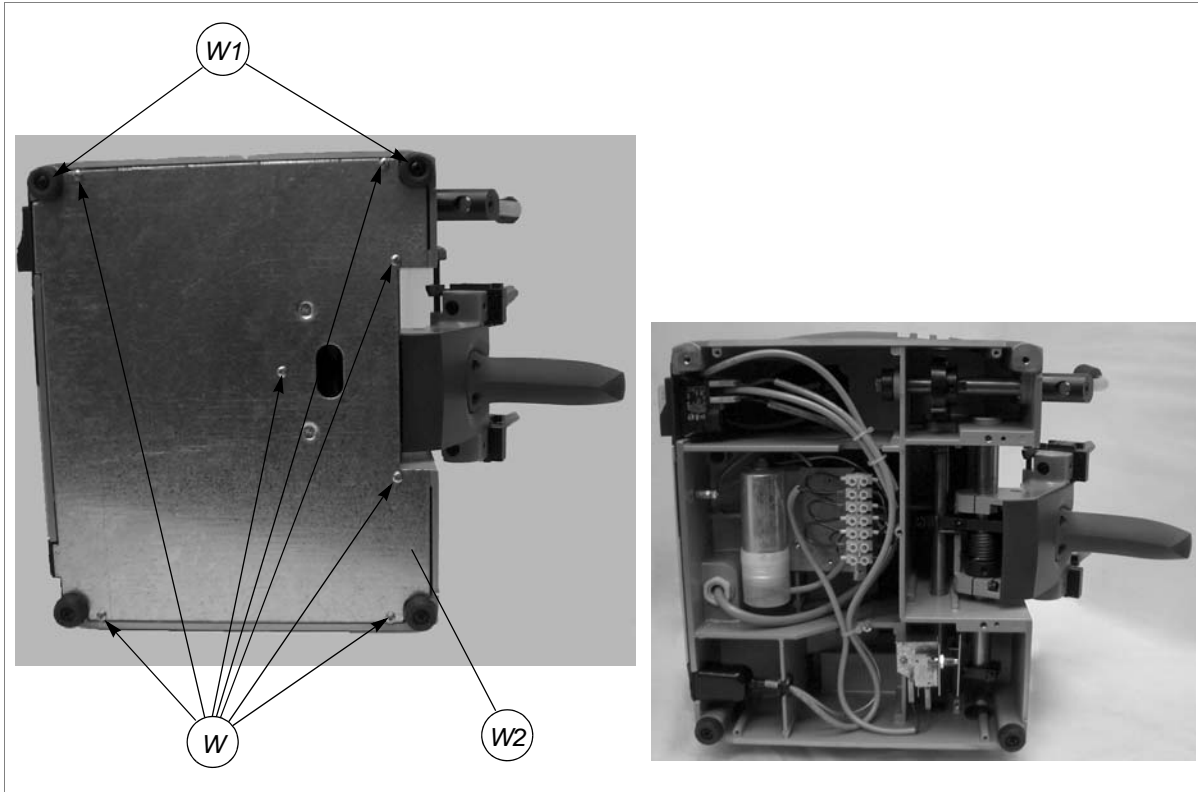
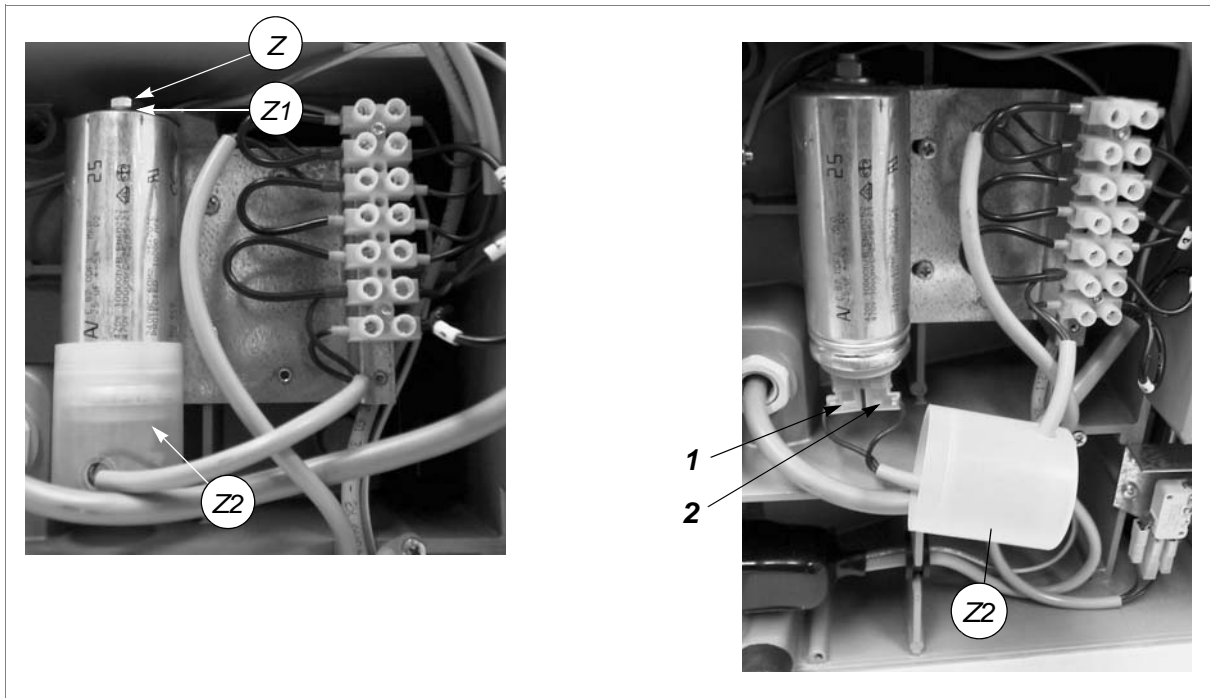

Fig. 25
Fig. 27
- 4) Destornillar los 7 tornillos (W), los 2 pies (W1) y quitar la protección inferior (W2) (fig.25).
- 3) Desenroscar la tuerca (Z) y quitar la arandela (Z1) y el condensador (fig.27).
- 4) Introducir el nuevo condensador, fijándolo con arandela (Z1) y tuerca (Z).
- 8) Poner la protección inferior, fijándola con los 7 tornillos (W) y los 2 pies (fig. 25, pág. 21). Introducir el recipiente para recogida virutas.
- 9) Poner la protección inferior, fijándola con los 7 tornillos (W) y los 2 pies (fig. 25, pág. 21). Introducir el recipiente para recogida virutas.